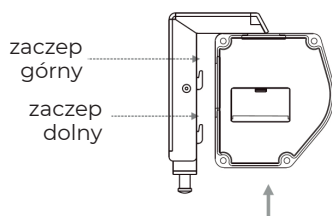

Rysunek 6
3. Odkręcić śrubę zamykającą na kątownikach montażowych, aż zaczep dolny zostanie ustawiony całkowicie w dół. (Rys. 6 i 7)